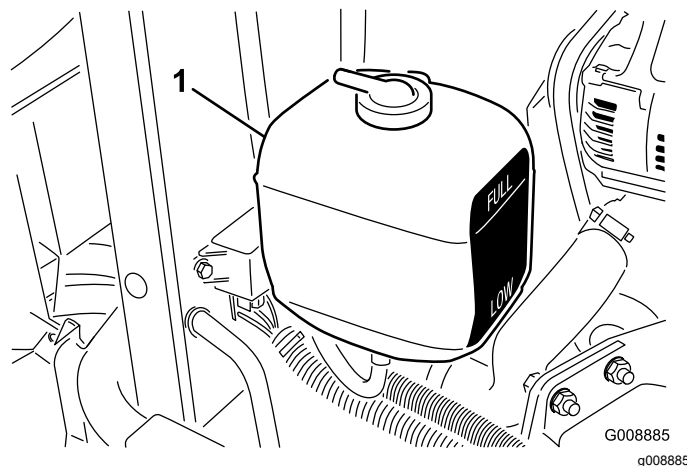

Bild 31
2. Prüfen Sie den Kühlmittelstand im Ausdehnungstank (**Bild 31**). Bei einem kalten Motor muss der Füllstand ungefähr auf halber Höhe zwischen den beiden Markierungen stehen.